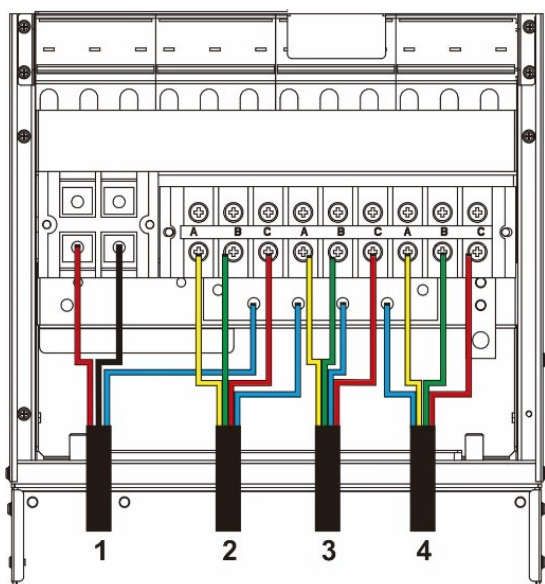
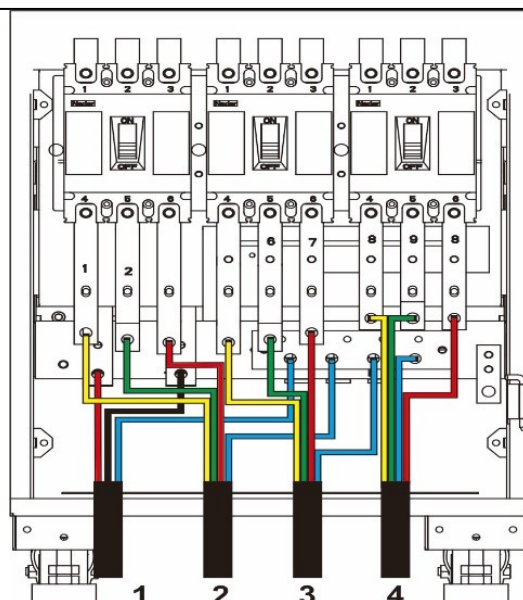

Рис. 3-10 Подключение силовых кабелей (40/60 kVA)
Рис. 3-11 Подключение силовых кабелей (80/100/120/160/200kVA)
- Положение и путь подключения силового кабеля в нижней части шкафа показаны на Рис. 3-10 и Рис. 3-11.